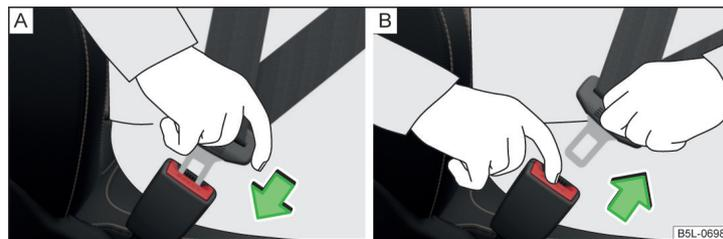

Fig. 7 Colocar y quitar el cinturón de seguridad
- Introducir la lengüeta en el cierre correspondiente al asiento » fig. 7 - A) hasta que se oiga que encaja.
- Pulsar la tecla roja en el cierre del cinturón » fig. 7 - B), la lengüeta del cinturón saldrá disparada.